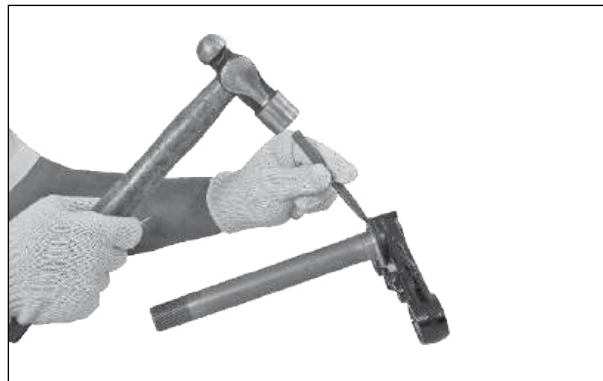

Fig. 6.52
- Remova a pista interna inferior e o retentor de pó instalado na coluna de direção. (Fig. 6.52)
- Remova a pista interna inferior e o retentor de poeira instalado no suporte inferior. (Fig. 6.52)